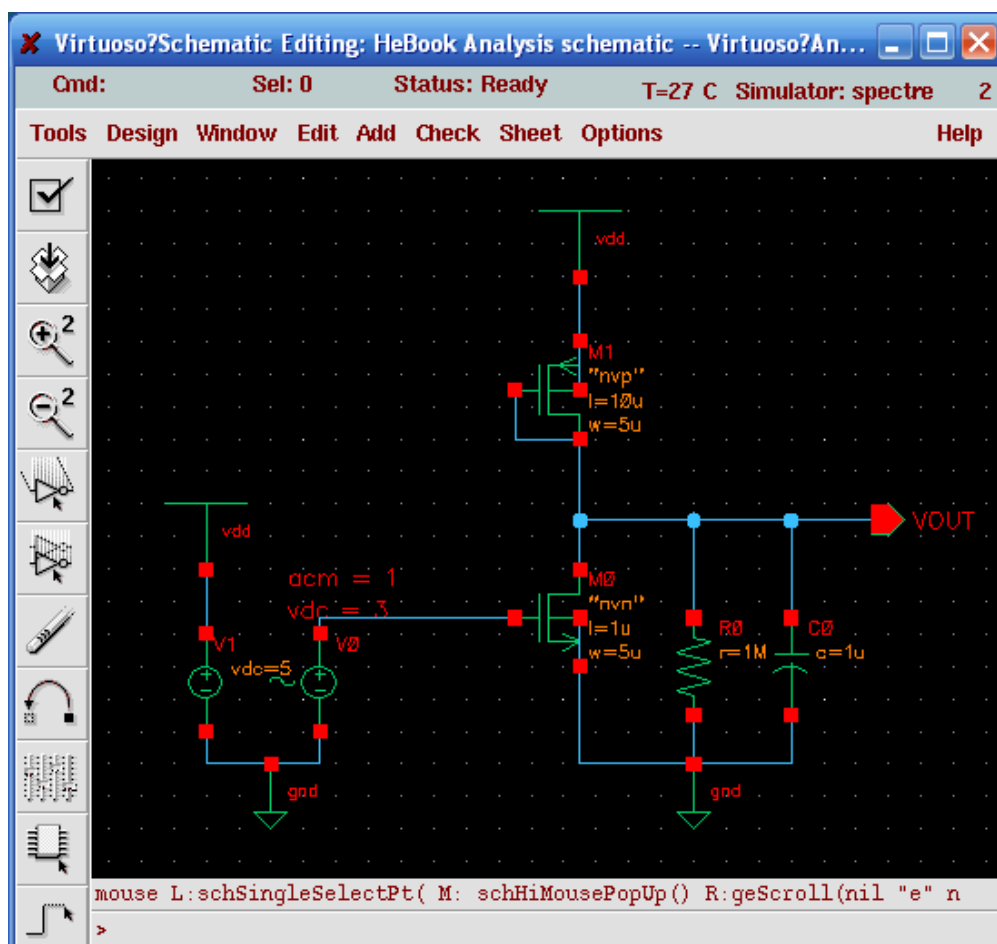
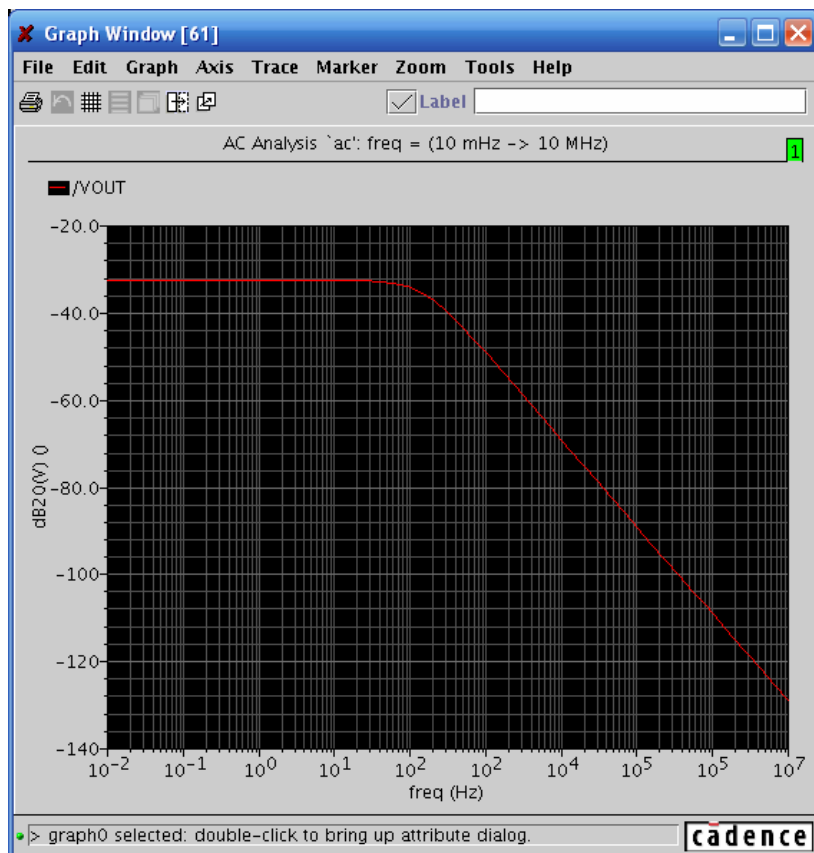

图 5.3 交流分析实例
图 5.7 “Vout” 与频率关系
以图 5.3 所示简单放大器作为实例进行交流小信号分析。在放大器设置中，最关心的是它的增益和相位随频率变化的情况。在实际设计中，往往用波特图来表示该放大器的频率特性。
在做“AC Analysis”时，必须先给电路设置一个交流信号源。常以“AnalogLib” → “vsin”信号为激励源。在图 5.3 中，由于交流信号是直接由“M0”管的栅极加入，那么在具有交流信号的同时，必须要给该 MOS 管设置一个直流偏置电压。在信号源中需要设置交流幅值和直流偏置。如图 5.4，在“vsin”信号的设置中包括交流信号幅值（AC magnitude），交流信号相位（AC phase），直流偏置电压（DC voltage）等多个选项。“AC magnitude”通常都设置为 1V，“-1”表示 180° 相位翻转。当然，设计者也可以通过设置“AC phase”来表示相位，“AC phase”缺省设置为 0。“DC voltage”根据实际电路设置偏置即可。该电路中以 1μF 电容和 1MΩ 电阻为负载。
注意：设计者应当区别在仿真器中交流信号和直流偏置信号的差异。例如图 5.3 中，如果“M0”的直流偏置电压设置为 1.5V，交流幅值设置为 1V，该 MOS 管阈值电压 1V。那么“M0”会不会进入到截止区呢（1.5V-1V<1V）？实际上仿真结果显示“M0”管不可能进入截止区。在本章最开始陈述过，“AC Analysis”的前提是先进行了“DC Analysis”。所以，电路状态
- “dB10”，“dB20”：在波特图中幅频特性通常换算成分贝表示。“dB10”，“dB20”表示对幅度 A 以 $10\log A$ 和 $20\log A$ 计算结果。如果是电压幅值采用“dB10”，如果是功率增益则需采用“dB20”。一般情况下，在波特图中“dB20”更为常用。图 5.3 电路的增益曲线如图 5.7 所示。